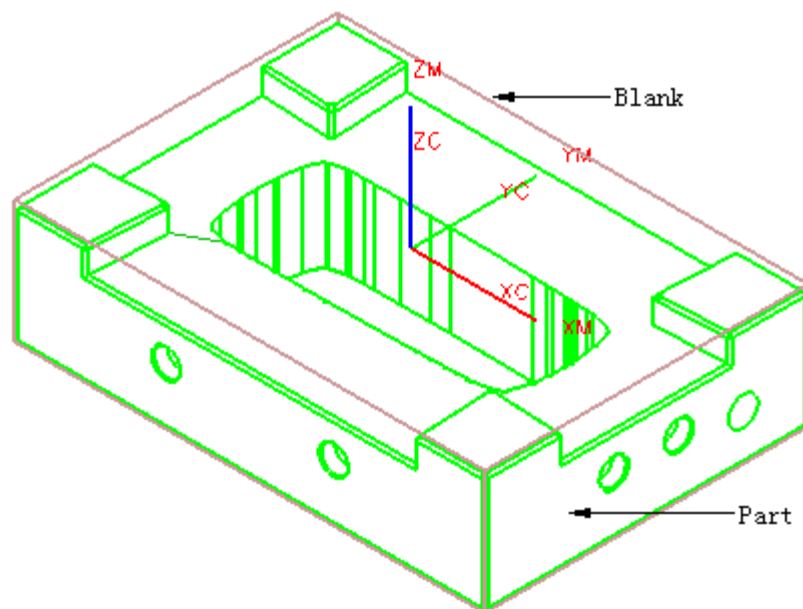

图 9-1
加工如图 9-1 所示的简单零件，材料为 PH50，加工机床为 MAKINO-V56，使用虎钳装加。
- 双击 WORKPIECE，定义如图 9-1 所示的 Part 和 Blank，单击 OK。